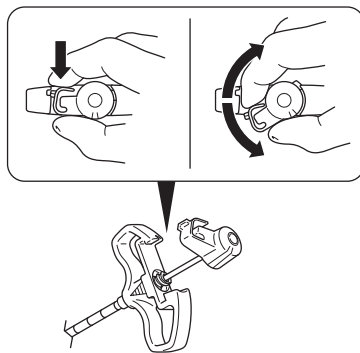

Figura 2 - Retire o estilete da cânula de acesso
4. Desbloqueie e remova o estilete da cânula de acesso (figura 2).